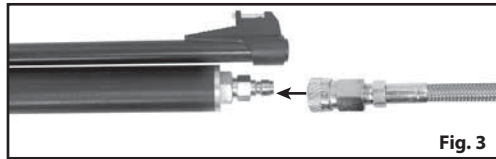

Fig. 3
- Setzen Sie das Schnellverschluss-Verbindungsstück am Schlauch der Handpumpe an, um den Nippel zu füllen (Abb. 3).
- Verbinden Sie die Schnellverschlusskupplung am Schlauch des Adapters mit dem Füllnippel (Abb. 3).